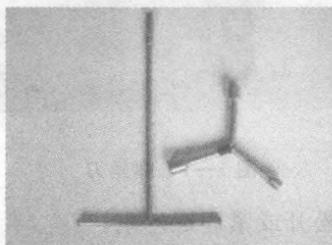

图 1—4 套筒扳手
5. 尖嘴钳、钢丝钳（老虎钳）、鱼口钳：常用的有 150mm，175mm，300mm 等。如图 1—5 所示。